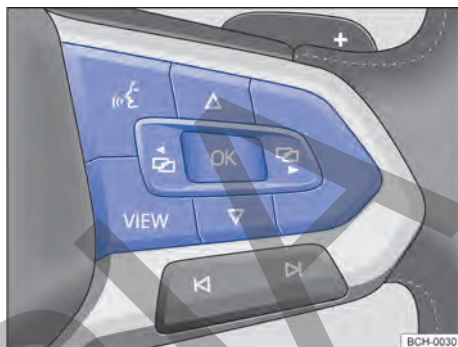

Fig. 17 Lado derecho del volante multifunción: botones para el mando de los menús y visualizaciones de información del instrumento combinado.
Mientras se muestra un mensaje de advertencia de prioridad 1 → pág. 21 no se puede acceder a ningún menú. Todos los mensajes de advertencia desaparecen automáticamente después de algunos segundos. Además, algunos mensajes de advertencia pueden confirmarse y ocultarse con la tecla **[OK]** en el volante multifunción → fig. 17.
- Si se muestra un mensaje o un dibujo del vehículo, presionar la tecla **[OK]** → fig. 17, si es necesario, presiónela varias veces.
- Para ver un menú y para navegar a través del menú, presionar la tecla **[E/0]** o **[0.0/SET]** → fig. 17.
- Para acceder al menú o a la pantalla de información que aparece, presione la tecla **[OK]** → fig. 17 o espere hasta que el menú o la pantalla de información se abra sola después de unos segundos.
- En el menú que aparece, presione las teclas de flecha **[Δ]** o **[▽]** → fig. 17, hasta que se seleccione el ítem del menú deseado.
Presionar la tecla **[E/0]** o **[0.0/SET]** → fig. 17.
- Con el botón **VIEW** se puede alternar entre el menú actual y el menú anterior → fig. 17.
- Con el botón **VIEW** → fig. 17 se puede alternar entre la representación clásica de los instrumentos redondos y la vista ampliada con perfiles de información destacados. La representación clásica muestra a la derecha y a la izquierda los grandes instrumentos circulares y en el medio el perfil de información seleccionado. Mantener el botón **VIEW** presionado para seleccionar de la lista de perfiles de información preconfigurados